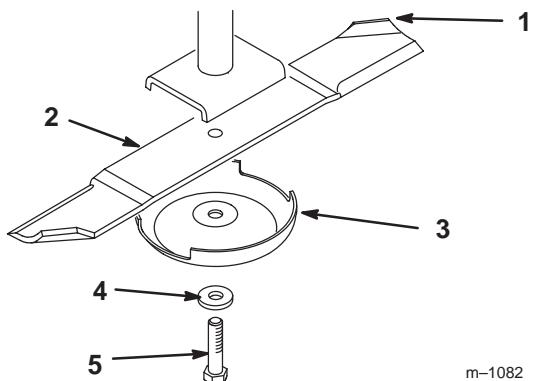
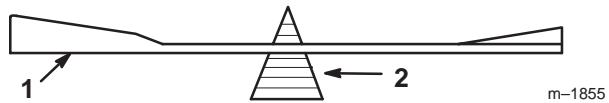

Figure 38
Figure 40
Tenez la lame à son extrémité avec un chiffon ou un gant épais. Enlevez le boulon de lame, la rondelle, la coupelle de protection et la lame de l'axe (Fig. 38).
2. Vérifiez l'équilibre de la lame en la plaçant sur un équilibrage (Fig. 40). Si la lame reste horizontale, elle est équilibrée et peut être utilisée. Si la lame est déséquilibrée, limez un peu l'extrémité de la partie incurvée seulement (Fig. 38). Répétez la procédure jusqu'à ce que la lame soit équilibrée.
1. Placez la lame sur l'axe (Fig. 38).
Important Pour une coupe correcte, la partie incurvée de la lame doit être tournée vers le haut et dirigée vers l'intérieur du carter de tondeuse (Fig. 38).
2. Montez la coupelle de protection, la rondelle de blocage et le boulon de fixation de la lame (Fig. 38). Le boulon de lame doit être serré à 115–140 Nm.